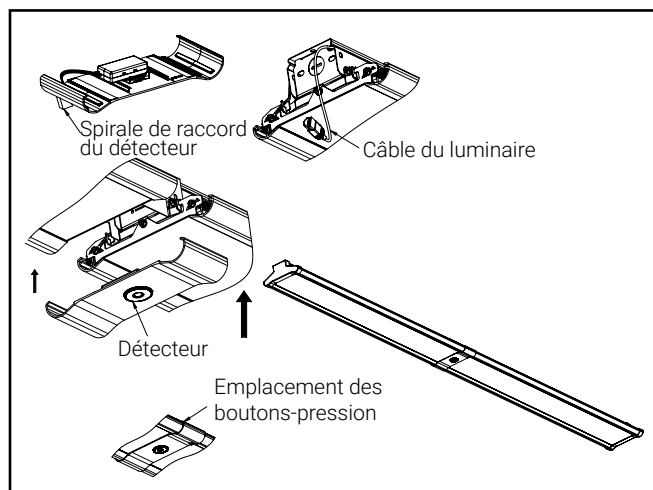

Figure 23
5. Raccordez le câble provenant de l'extrémité du luminaire à la spirale de raccord du détecteur. Assurez-vous que tous les faisceaux de fils sont poussés vers le haut et à l'écart. Avant l'installation, assurez-vous d'aligner le détecteur avec l'orifice du connecteur du canal, le cas échéant. Poussez ensuite la pièce de garniture vers le haut pour que les extrémités s'enclenchent sur les rails latéraux. Des bosses à l'intérieur de la pièce de garniture permettent de la centrer. Une fois installée, la pièce de garniture sera alignée avec les rails et le guide d'ondes. (Figure 23)